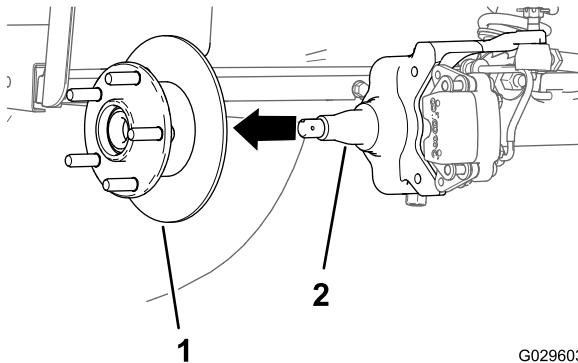

Figure 33
6. Enlevez l'écrou de la fusée, et séparez l'ensemble moyeu et rotor de la fusée (Figure 32 et Figure 33).